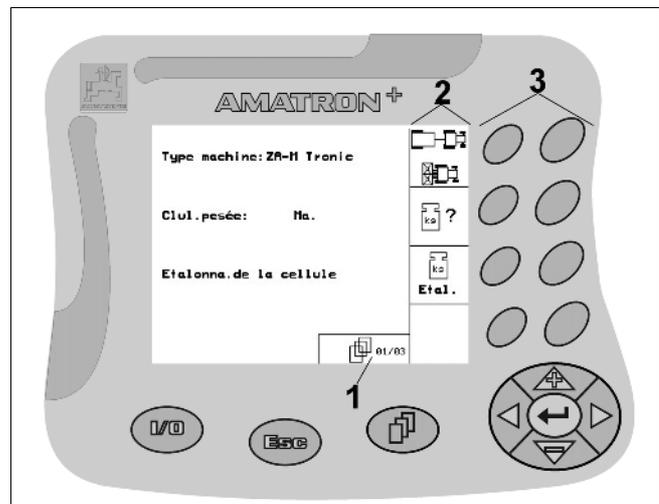
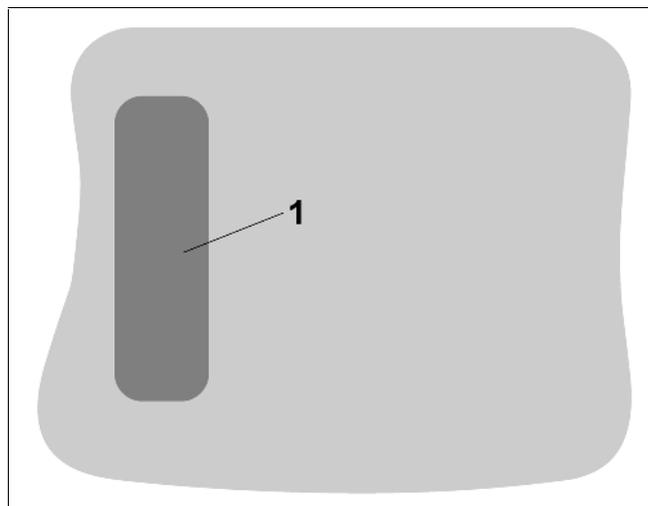

Fig. 9
Fig. 10
-  - Consulter les autres pages du menu (possible uniquement si le symbole Défiler (Fig. 9/1) est visible à l'écran)
Si vous appuyez sur la touche Shift  au dos de l'appareil (Fig. 10/1), d'autres zones de fonction s'affichent au Menu travail / Menu mission (Fig. 11) et les fonctions des touches (Fig. 9/3) sont modifiées en conséquence.